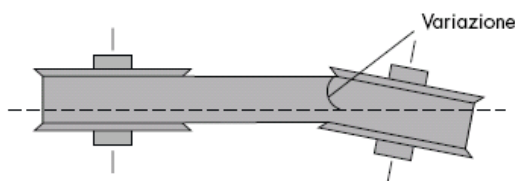
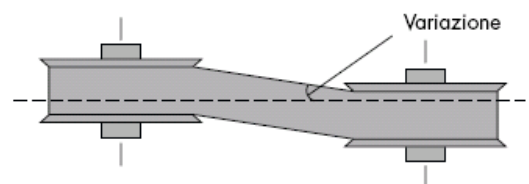

Figura 10-8 Desalineación angular
Figura 10-9 Desalineación paralela
10.- Variar la posición del motor para corregir la desalineación (Figura 10-8 y Figura 10-9)
En general, la tolerancia en la alineación de las poleas en transmisiones de correa trapezoidal no puede ser superior a 0,5 grados o a 5 mm por cada 500 mm de interjeje (Figura 10-8 y Figura 10-9).